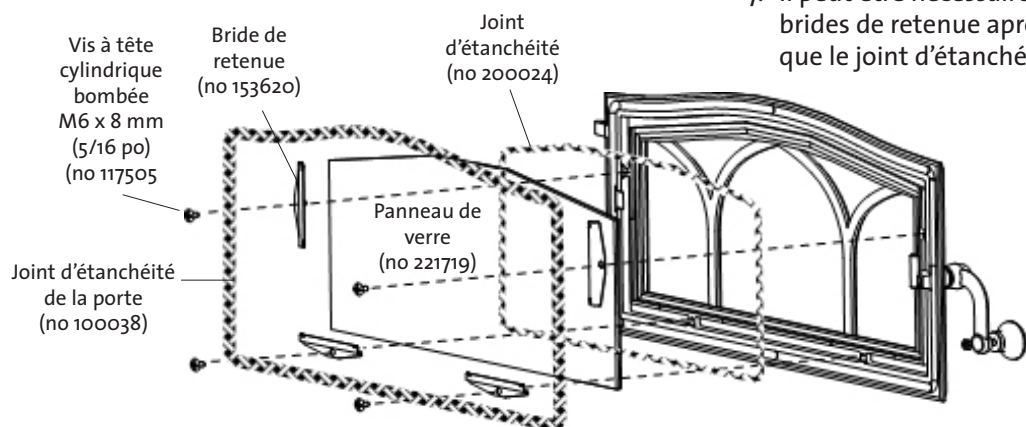

Figure 19. Pièce de remplacement de la porte de verre et des joints d'étanchéité.
2. Avec soin, retirez toutes les brides de retenue du verre à l'intérieur de la porte. Voir figure 19.
Consultez la liste des pièces de remplacement à la page 18 pour commander le bon joint d'étanchéité. Voir aussi les figures 19 et 20 pour les emplacements.